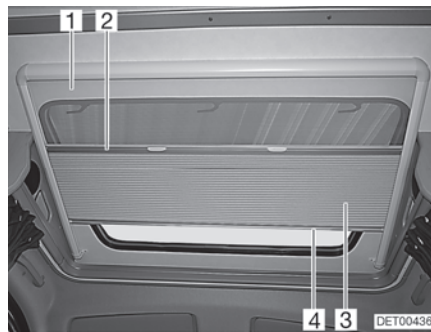

Bild 46 Takfönster
Plisségardinen (Bild 46,3) och insektsskyddet (Bild 46,1) är fastsatta i varandra.
- Ta tag i mitten på plisségardinens kantlist (Bild 46,4) och dra försiktigt ned den.
- Håll i plisségardinens kantlist (Bild 46,4) och drag sakta tillbaka den.
- Stänga:** ■ Ta tag i mitten på insektsskyddets kantlist (Bild 46,2) och dra försiktigt ned den.
- Öppna:** ■ Håll i insektsskyddet vid plisségardinens kantlist (Bild 46,4) och drag sakta tillbaka det.